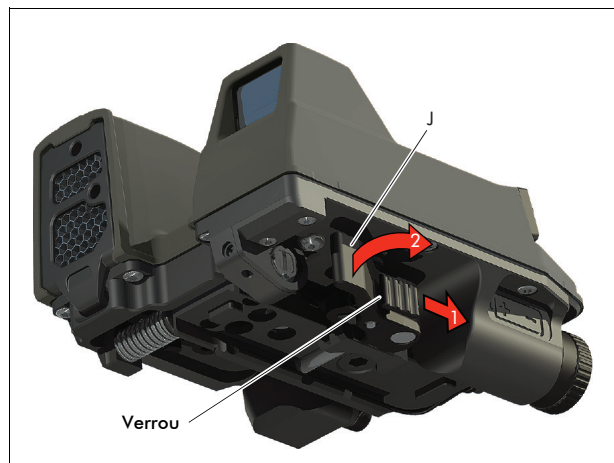

Fig. 3.a - Ouvrir le levier (J)
- Tirer le verrou vers l'arrière pour déverrouiller le levier (J) (voir Fig. 3.a).
- Ouvrir le levier (J) (voir Fig. 3.a).
- Positionner la FN® FCU Mk3 sur le rail supérieur du fusil (tenon sur la FN® FCU Mk3 venant entre les tenons n° 3 et 4 du rail supérieur) (voir Fig. 3.b).
- Fermer le levier (J) pour verrouiller la FN® FCU Mk3 sur le rail, en s'assurant que la pince (H) est correctement positionnée (voir Fig. 3.b).
- Pousser le verrou vers l'avant pour verrouiller le levier (J) en position.